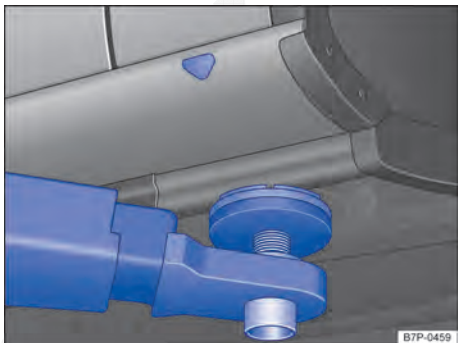
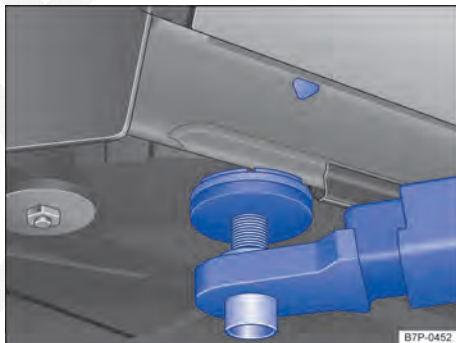

Fig. 266 Pontos de apoio dianteiros para a suspensão com plataforma elevatória ou com macaco.
Fig. 267 Pontos de apoio traseiros para suspensão com plataforma elevatória ou macaco.
O veículo deve ser suspenso somente pelos pontos de apoio indicados nas figuras ⇒ Fig. 266 e ⇒ Fig. 267. Se o veículo não for suspenso pelos pontos de fixação indicados, podem ocorrer danos no veículo ⇒ ⚠️ e ferimentos graves ⇒ ⚠️.
- Suspender o veículo somente pelos pontos de apoio indicados nas figuras ⇒ Fig. 266 e ⇒ Fig. 267. Se o veículo não for suspenso pelos pontos de apoio indicados, o veículo poderá cair da plataforma elevatória quando, por exemplo, o motor ou a suspensão for desmontado(a).